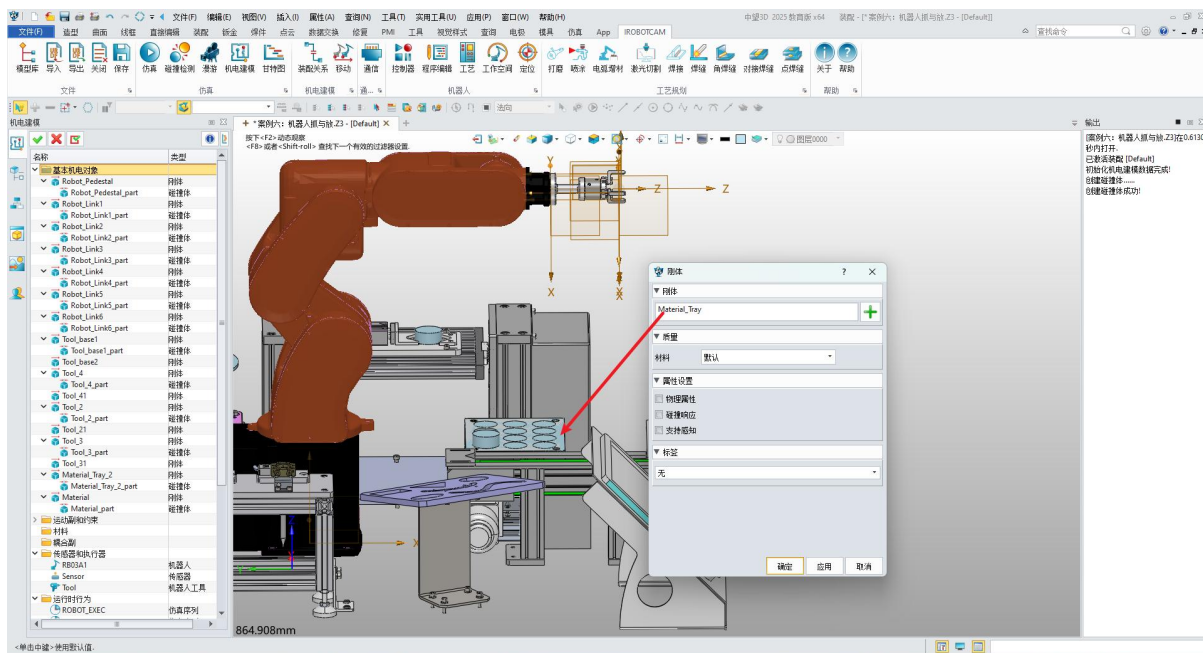

图 10-20: 添加物料支撑台刚体
- 给物料支撑台“Material\_Tray”添加刚体：（图 10-20）